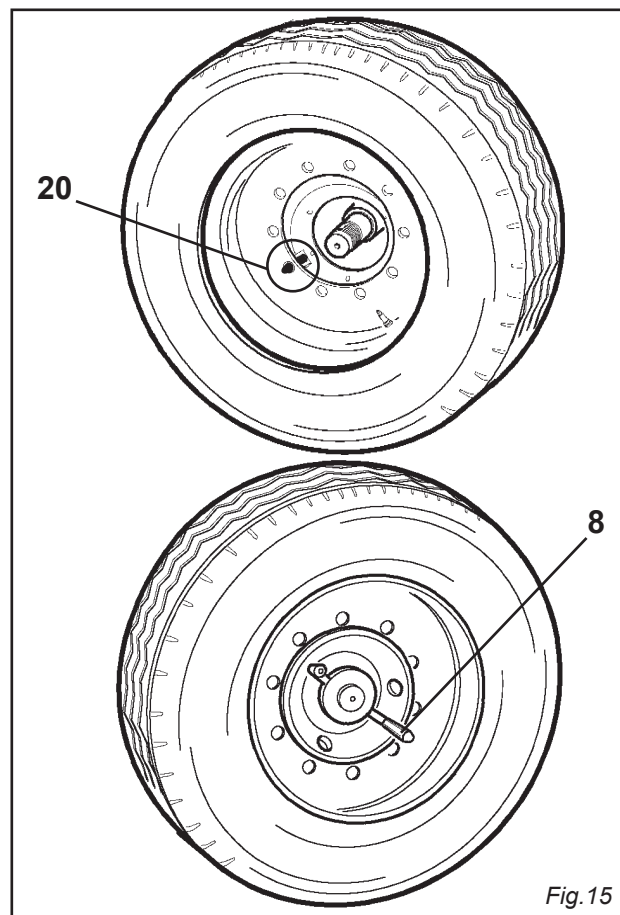

Fig.15
Far combaciare il perno anti-rotazione (20) con uno dei fori di bloccaggio del cerchione come indicato in fig.15
Inserire la manovella di bloccaggio (8) sulla flangia e serrare il tutto avvitando a fondo. (Fig. 15)
Let the anti-rotation pin (20) match with one of the locking holes of the rim as indicated by fig.15
Joindre l'axe anti-rotation (20) à l'un des trous de blocage de la jante comme indiqué en fig. 15
Den Felgenmitnehmer (20) mit einem der Felgensperrlöchern verbinden. (Abb.15)